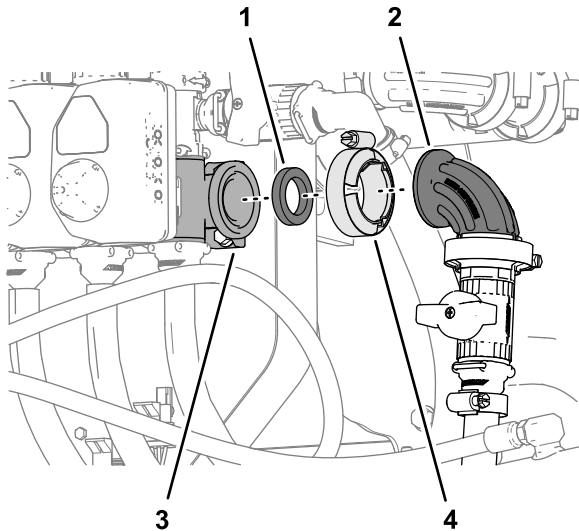

Figure 136
1. Assemblez le raccord à 90° de la vanne de coupure du kit applicateur manuel ou dévidoir électrique en option sur la bride de la vanne de buse 10 avec le collier bride et le joint, et serrez le collier à la main (Figure 136).